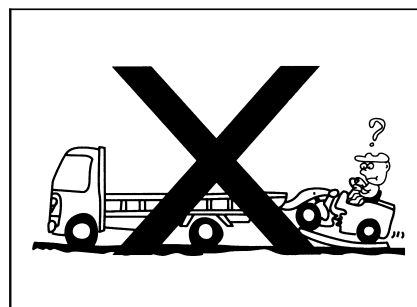

Рис.3-2
- Следует применить косую доску с достаточной прочностью. Следует обеспечить достаточную ширину и длину косой доски для представления уклона с целью обеспечения безопасной погрузки и разгрузки, угол отклонения между косой доской и землей составляет не более 15°, расстояние между косыми досками отвечает требованиям базы колес машины. (Рис.3-2)